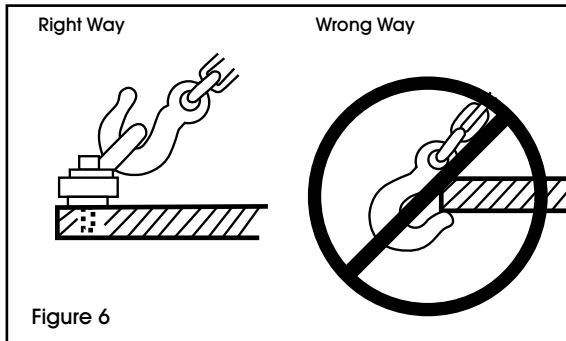

Figure 6
- Ne pas pointer les crochets de chargement - centrer le chargement dans la base du crochet. (Voir Figure 6)